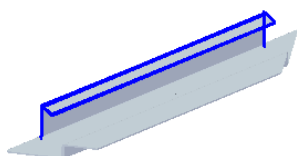
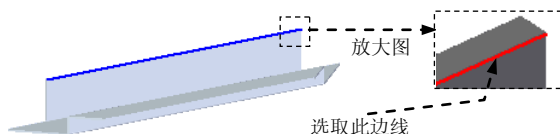
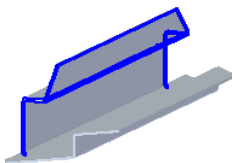
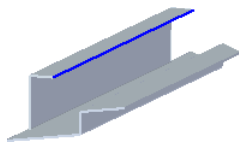

图 8.13.43 弯边特征 2
图 8.13.44 定义附着边
图 8.13.45 弯边特征 3
图 8.13.46 定义线性边
(5) 定义弯边属性及参数。单击“弯边选项”按钮, 取消选中 ☐ 使用默认值* 复选框, 在其 **折弯半径 (R)** 文本框中输入数值 0.5, 并取消选中 ☐ 折弯止裂口 (E) 复选框, 单击 **确定** 按钮。
(6) 单击 **完成** 按钮, 完成特征的创建。
Step5. 创建图 8.13.43 所示的弯边特征 2。
(1) 选择命令。单击“主页”功能选项卡“钣金”工具栏中的“弯边”按钮.
(2) 定义附着边。选取图 8.13.44 所示的模型边线为附着边。
(3) 定义弯边类型。在命令条中单击“完全宽度”按钮, 在 **距离** 文本框中输入值 20, 在 **角度** 文本框中输入值 90, 单击“外部尺寸标注”按钮和“材料内侧”按钮; 调整弯边侧方向如图 8.13.43 所示。
(4) 定义弯边属性及参数。单击“弯边选项”按钮, 取消选中 ☐ 使用默认值* 复选框, 在其 **折弯半径 (R)** 文本框中输入值 0.5, 单击 **确定** 按钮。
(5) 单击 **完成** 按钮, 完成特征的创建。
Step6. 创建图 8.13.45 所示的弯边特征 3。
(2) 定义附着边。选取图 8.13.46 所示的模型边线为附着边。
(3) 定义弯边类型。在命令条中单击“完全宽度”按钮, 在 **距离** 文本框中输入值 25, 在 **角度** 文本框中输入值 90, 单击“外部尺寸标注”按钮和“材料内侧”按钮; 调整弯边侧方向向上, 如图 8.13.45 所示。